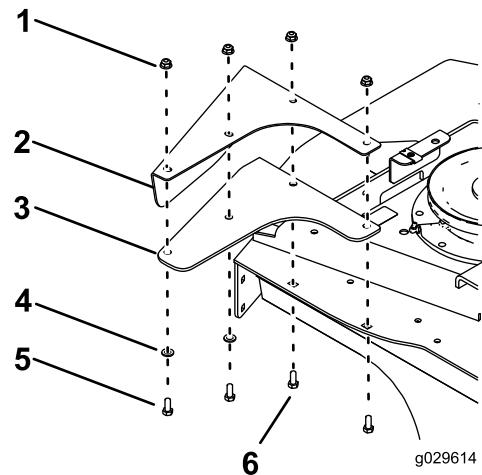

Figure 13
8. Fixez le protège-pieds gauche en haut et sur le côté du plateau de coupe à l'aide de 2 boulons de carrosserie (5/16 x 7/8 po), 5 boulons de carrosserie (5/16 x 3/4 po), 2 rondelles et 4 écrous (5/16 po), comme montré à la Figure 13.